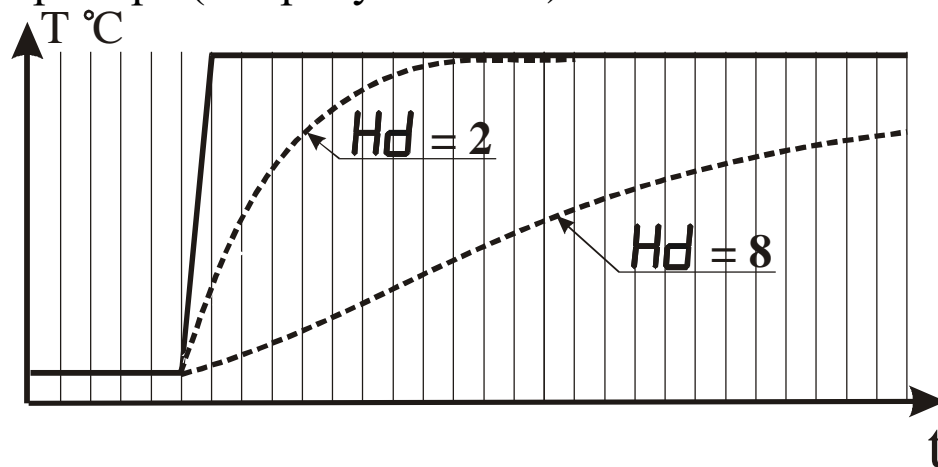

Рисунок 3.17 - Влияние параметра “Время усреднения” на показания прибора при различных значениях параметра  $Hd$
3.3.3.8 Параметр “Время усреднения” указывают в количестве периодов опроса входного датчика ( $N_{\text{опр.}}$ ). Этот параметр позволяет добиться более плавного изменения показаний прибора. Для этого производится вычисление среднего арифметического из последних ( $N_{\text{опр.}}$ ) измерений. При значении параметра равном 0 интегратор выключен. Уменьшение значения времени усреднения приводит к более быстрой реакции прибора на скачкообразные изменения измеряемого параметра, но снижает помехозащищенность прибора (см. рисунок 3.17).